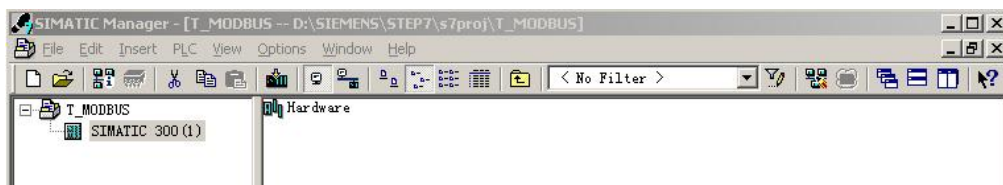

图 5-4
(4) Insert→Station→SIMATIC 300 Station 点击, 见图 5-4: